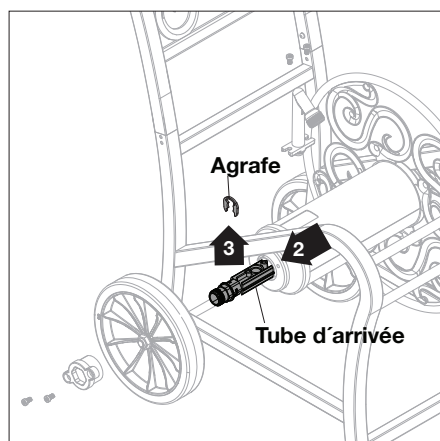

Figure 2
- Retirez le tube d'entrée puis retirez l'attache (Fig. 2). Séparez les pièces pour accéder aux joints toriques